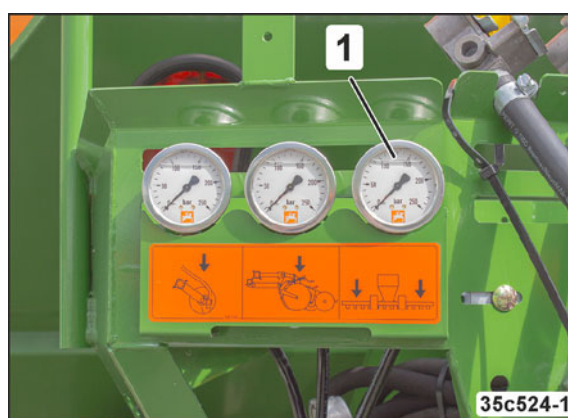

Fig. 86
- fra traktorsædet på manometeret (Fig. 86/1).